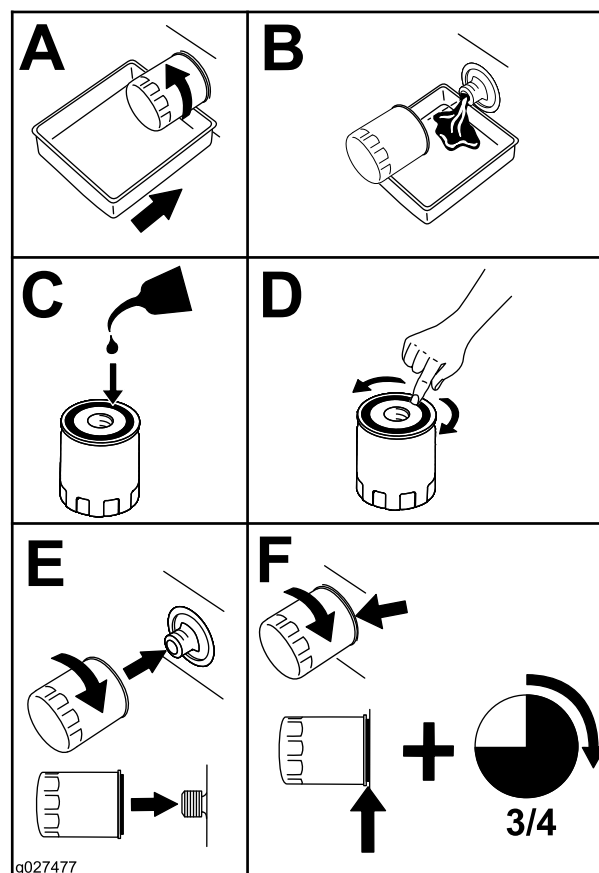

Bild 42
5. Wechseln Sie den Motorölfilter (**Bild 42**).